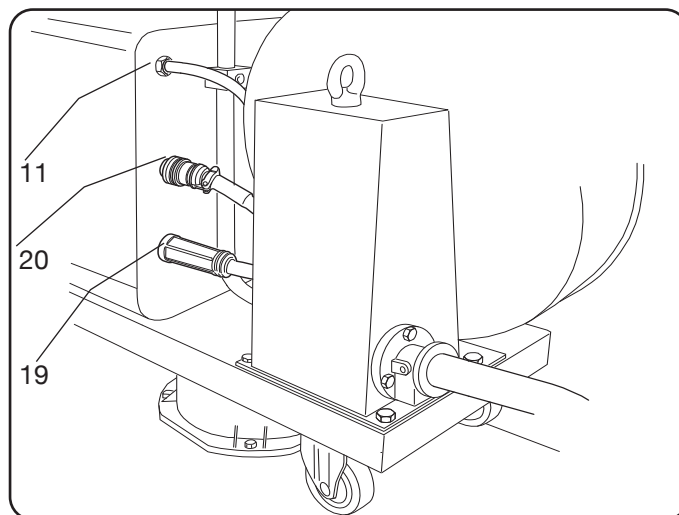

Fig. 5
- ◆ Evitar disponer la conexión bajo forma de bobina para reducir al máximo los efectos inductivos que podrían afectar la soldadura. Conectar la otra extremidad de la conexión BA al carro arrastrado (ver fig. 5).